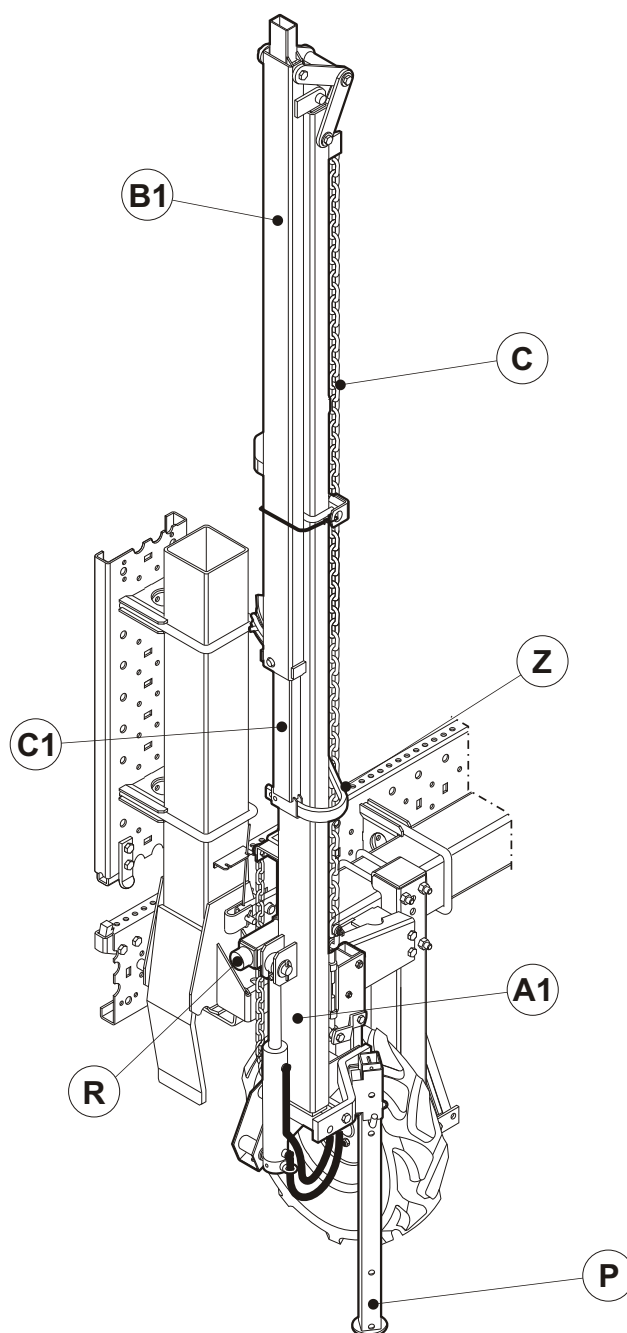
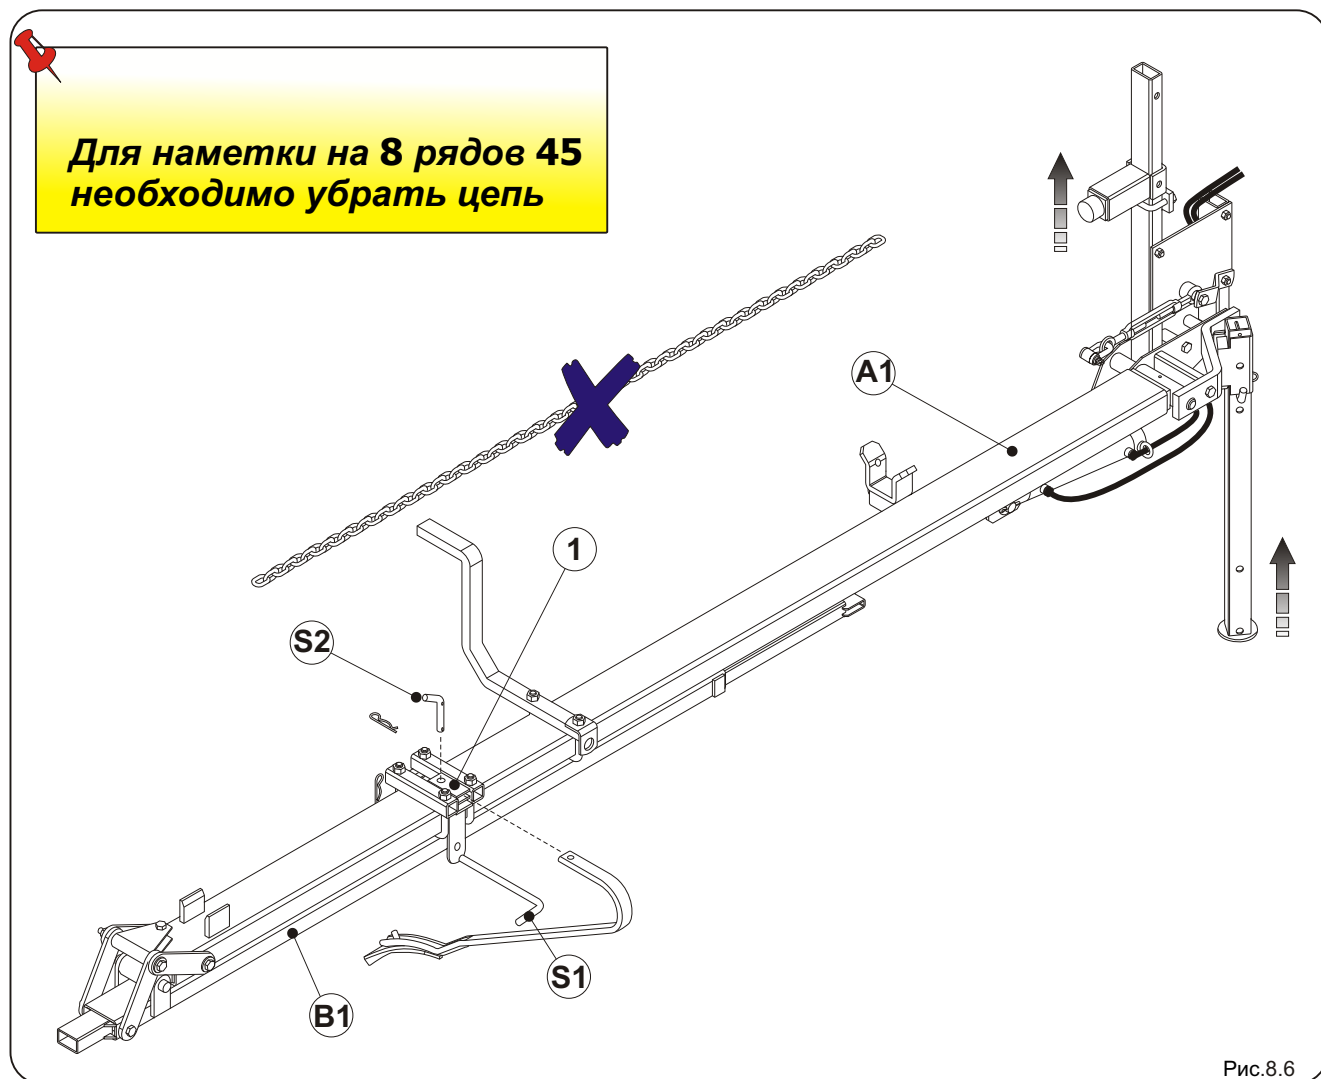

рис.8.1
Рис.8.6
Каждый разметчик рядов снабжен комплектом (рис.8.1) из стандартного основного кронштейна на раме **A1**, среднего кронштейна **B1**, концевой муфты **C1** и сапки на пружине (по запросу возможно иметь вместо сапки диск разметчика).
С этой конфигурацией (рис.8.1) действуйте следующим образом:
- Зафиксируйте в высоком положении «отражатель» разметчика рядов **R** (см. Рис.8.1).
По окончании работы, перед тем, как начать транспортировку оборудования по улице, необходимо подогнать разметчик рядов, как показано на рис. 8.1.
Для посева на 8 рядов 45 необходимо выполнить несколько изменений в разметчике. Последующие инструкции очень важны. Со стандартной конфигурацией (см. рис.8.1) нужно выполнить следующее:
- При помощи горизонтальных кронштейнов (рис. 8.6) разберите цепь **C** (см. рис.8.1).
- Разметчик рядов должен выглядеть, как на рисунке рис. 8.6.